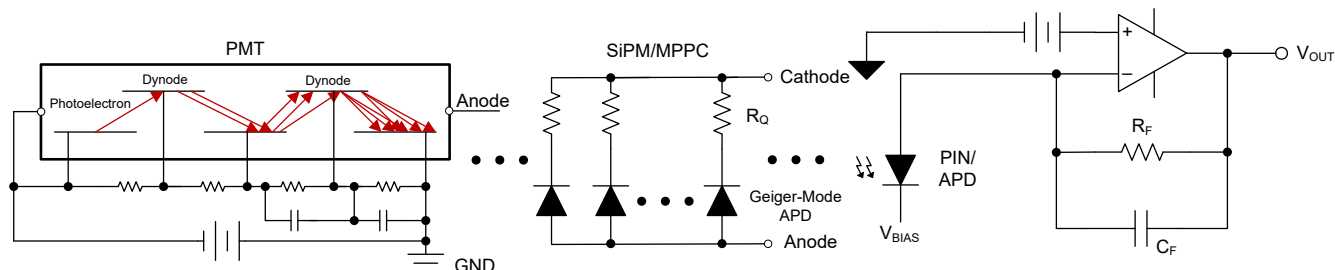

图 9-5. 具有 APD 或 SiPM/MPPC 或 PMT 输入的跨阻放大器
OPA855 具有 8GHz 的增益带宽、高压摆率和低噪声，是各种光电探测器的理想选择。图 9-5 显示了将 OPA855 配置为宽带光学前端系统中的跨阻放大器 (TIA)。各种类型的光学传感器可用作放大器的光学输入：光电二极管 (PD)，雪崩光电二极管 (APD)，光电倍增管 (PMT) 和多像素光子计数器 (MPPC) 或称为固态光倍增器 (SiPM)。光学检测应用通常使用 APD，但在过去，是否选择超低光源进行检测一直是一项挑战。采用 PMT 和 MPPC 等技术时，在保持快速输出的同时，高固有增益需要低噪声的高速接口。OPA855 可以应对这些光学挑战，并且在这些应用中同样适用。